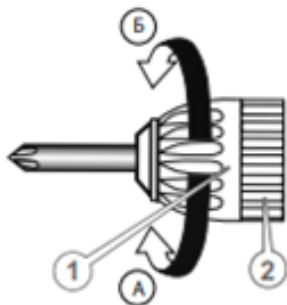

Рисунок 2. Встановлення кінцевого інструмента.
– щоб відкрити затискні кулачки патрона відповідно до діаметра хвостовика змінного кінцевого інструменту: утримуючи однією рукою корпус виробу, повернути другою рукою муфту (1, рис. 2) затискного патрона в напрямку стрілки (Б, рис. 2);
- повернути рукою муфти затискного патрона в напрямку стрілки (А, рис. 2) і надійно зафіксувати кінцевий інструмент в патроні;